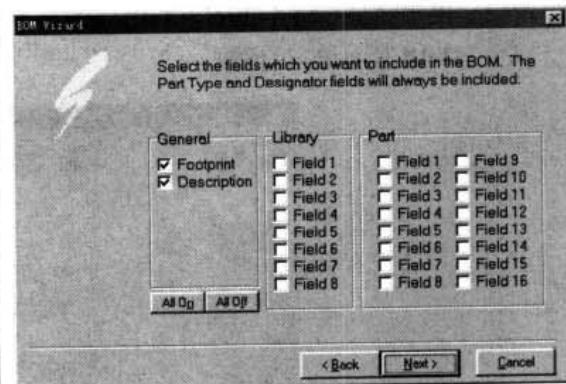

图 7-12 BOM Wizard 对话框之二
- (3) 选择了 Project 或 Sheet，单击 Next 按钮后，进入向导的下一步，将出现图 7-12 所示的对话框。